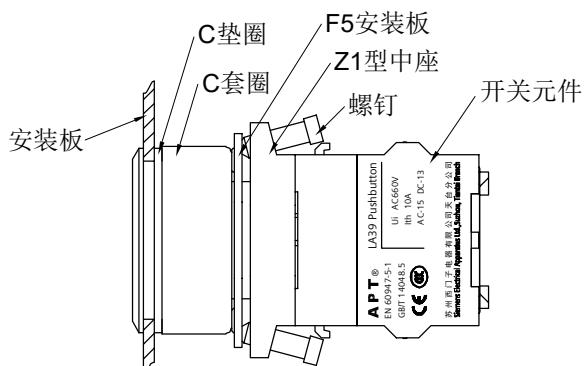

图2
a.安装板厚≤1.5mm时, C1-Y(S)型号装配图2所示2个C垫圈;